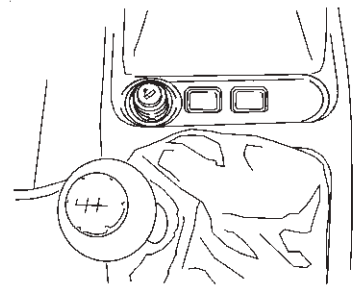

Рис. 22. Прикуриватель
**Прикуриватель** (рис. 22) работает независимо от позиции ключа в выключателе зажигания. Для ис-
Рис. 22а. Разъем к прикуривателю